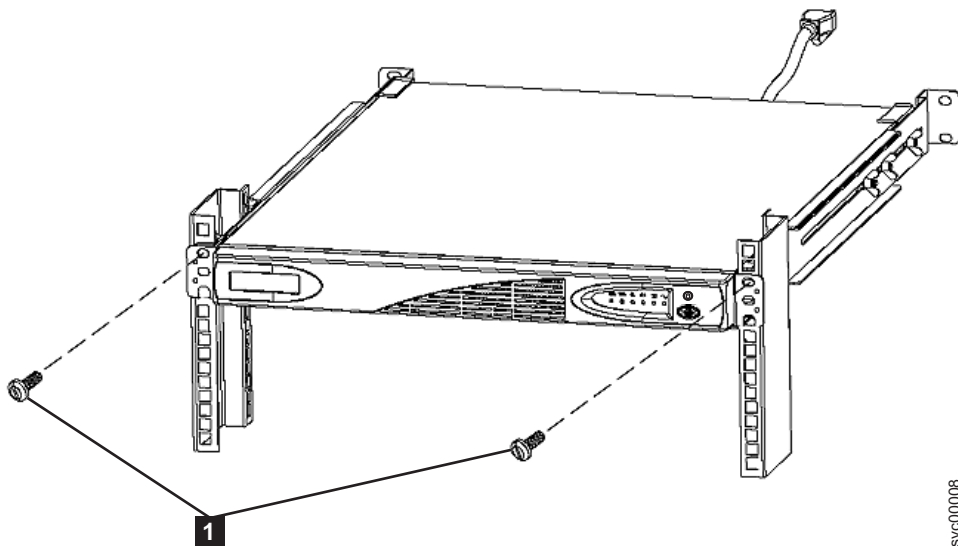

图 12. 2145 UPS-IU 的安装螺钉
2. 在 2145 UPS-1U 的前部，安装两颗安装螺钉 (M6x10) **1**，如第 20 页的图 12 中所示。